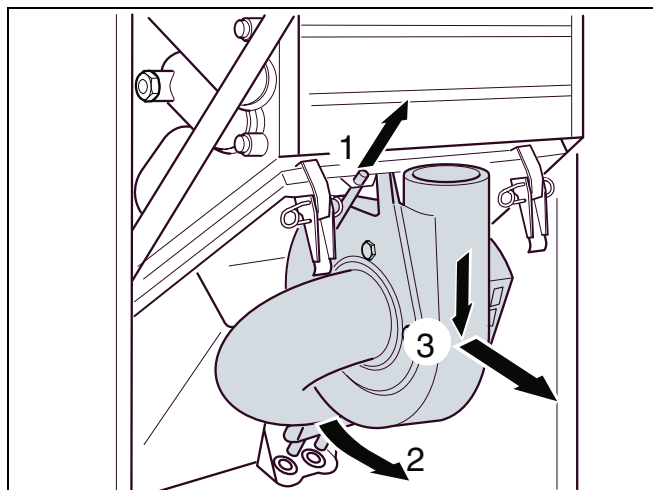

Fig. 35 Se scoate ventilatorul
- Ventilatorul se trage în sus (fig. 35, poz. 1).
- Ventilatorul se scutură de jos în sus (fig. 35, poz. 2) și se scoate de jos în sus (fig. 35, poz. 3).